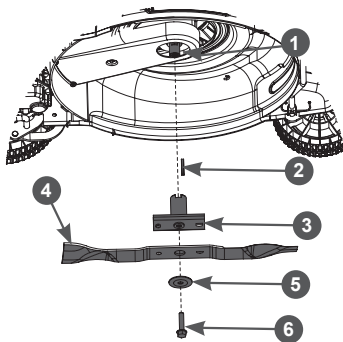

Рис. 26. Обслуживание ножа
2. С помощью соответствующего инструмента открутите болт 6 крепления ножа и снимите нож (Рис. 26).